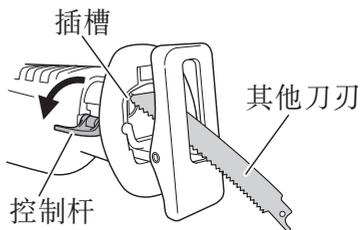

图 9
- (1) 若损坏的刀刃某部分粘在了刀刃座的小插槽中，拔出插条并将刀刃拔出。
- (2) 若损坏的锯条藏在小插槽内部，请用锯条的尖部将其钩住并取出。（图 9）